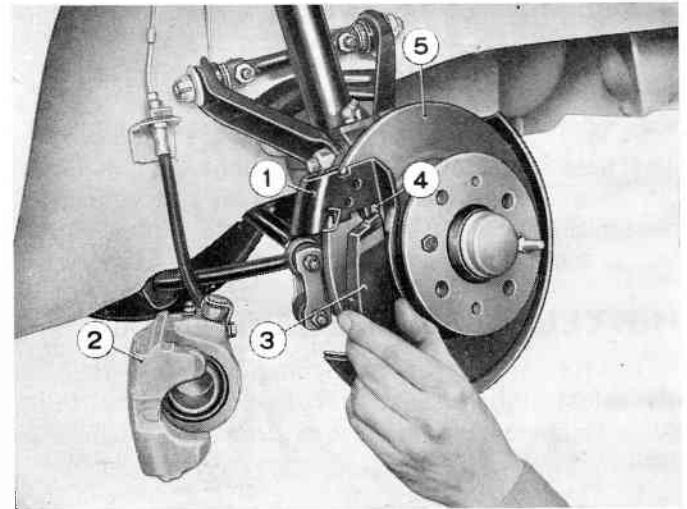

Abb. 74.
- die Bremsbeläge (3, Abb. 74) herausnehmen.